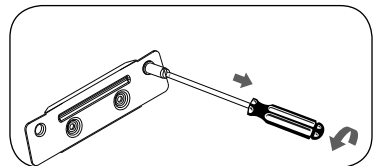

Abb. F1
- ▶ Entfernen Sie den Scharnierbolzen mit einem Schlitzschraubendreher (Abb. F1).